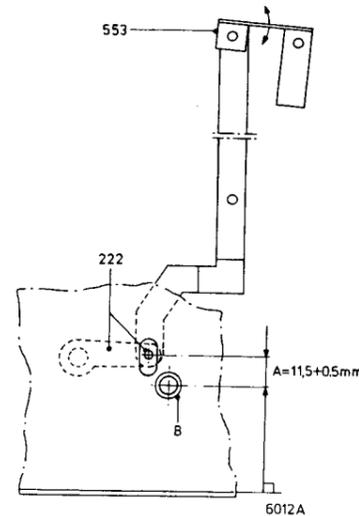

Fig. 45
i. Entriegeln der Spulen (Abb. 45)